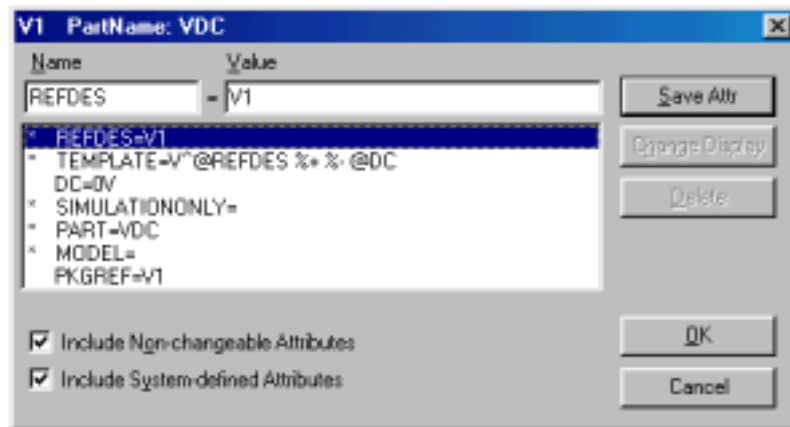

Figure 2
- Pour le  $V_{cc}$  prendre une alimentation continu (taper « VDC » dans Part Name) et la placer en face du transistor. Pour modifier la valeur de l'alimentation, il faut « double cliquer » sur le composant et une fenêtre apparaît (voir figure 2).